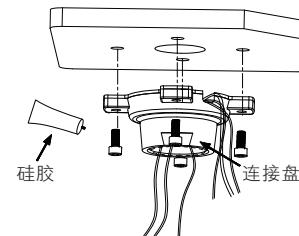

图 15 安装示意图
1、如图15所示，先旋松连接盘侧面的M4螺钉，拆分连接盘和连接杆，然后将一体化线连接盘的底部侧面凹口处密封槽引入并穿过连接法兰的中心孔，将连接盘固定到天花板上。